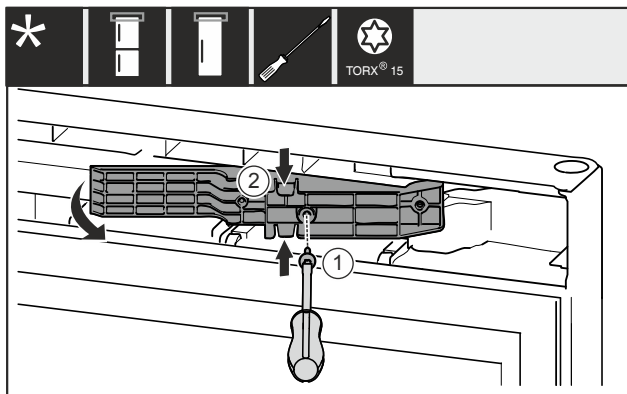

Fig. 14 *
- Izvadite vijak Fig. 14 (1)*
- Lagano pritisnite adapterski element Fig. 14 (2) na vrhu i na dnu i izvucite ga.*